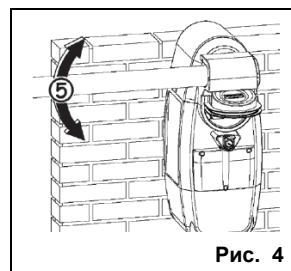

Рис. 4
4. Вручную передвинуть стрелу Рис. 4.